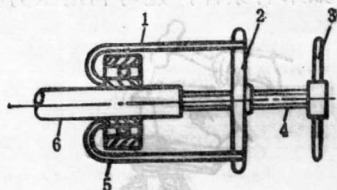

图2-4 拆取轴承的工具
(1) 利用专用工具（俗称拉脚、拿子、拉轮器）拆卸（图2-4）